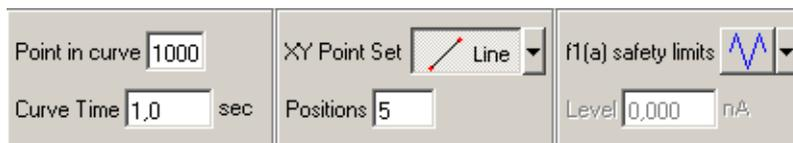

Рис. 8-41
5. Задайте число точек в кривой и время снятия зависимости (Рис. 8-41).